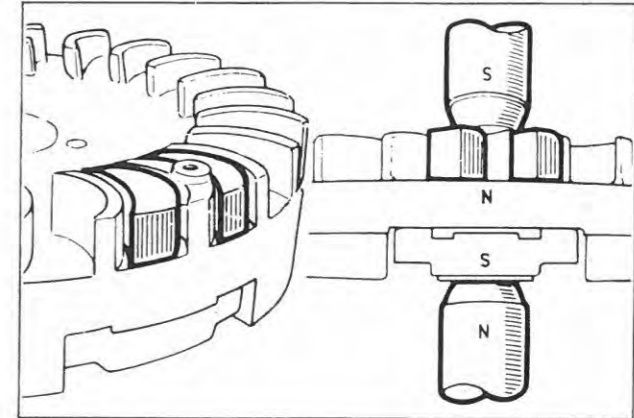

Fig. 45
- Interposer entre les ailettes opposées de l'aimant des pièces de fer doux de remplissage (Fig. 45).
- Insert duly shaped iron pieces to fill air gap between cooling vanes (Fig. 45).
- Lücken zwischen den Schwungradschäufeln dem Dauermagneten gegenüber mit Weicheisenstücken ausfüllen (Abb.45).